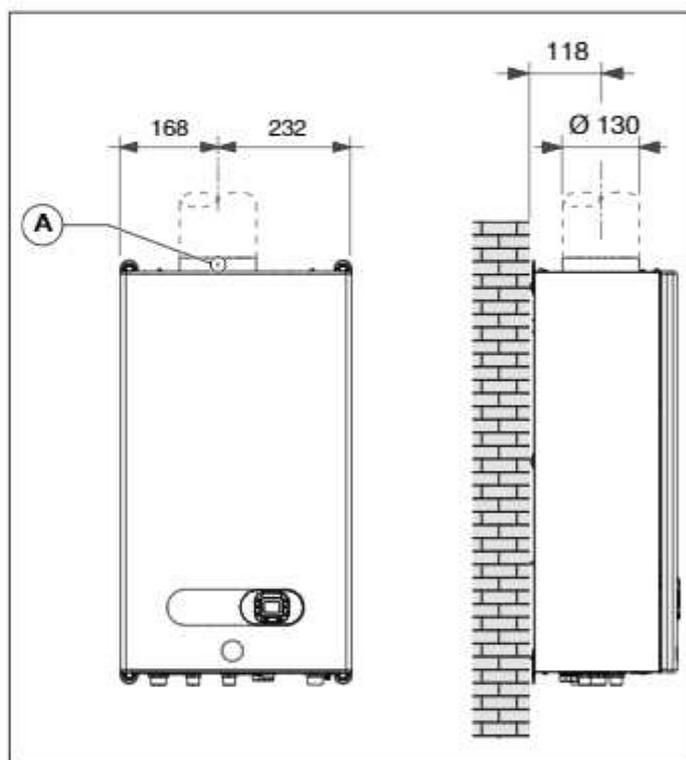

Рис. 9 Габаритные размеры для подключения к дымоходу модели с естественной тягой
- Соединительная труба должна закрепляться к вытяжному колпаку котла винтом, который завертывается в соответствующем отверстии А (см. Рис. 9 Габаритные размеры для подключения к дымоходу модели с естественной тягой).
- Соединительная труба должна закрепляться к вытяжному колпаку котла винтом, который заворачивается в соответствующем отверстии **A** (см. Рис. 9 Габаритные размеры для подключения к дымоходу модели с естественной тягой).